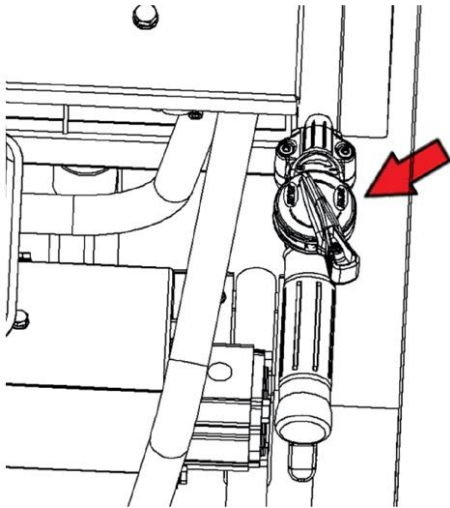

Abb.: 4 – Gashebel
1. Stellen Sie eine gewünschte Motordrehzahl ein. Abb.: 4 – Gashebel